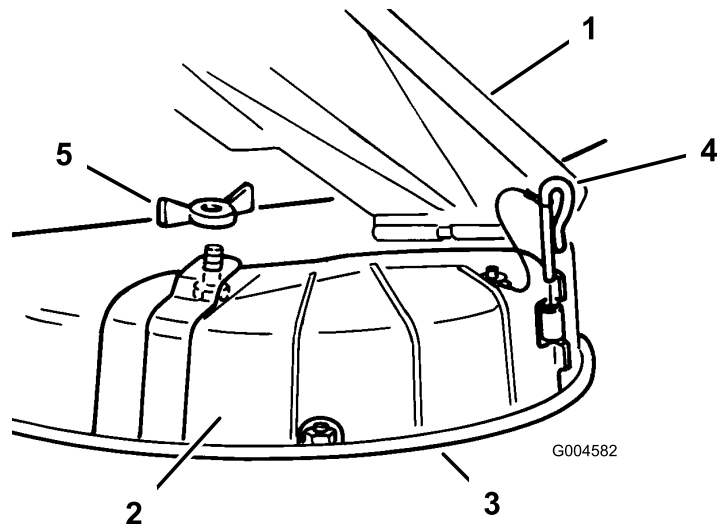

Figure 21
- Retirez l'écrou à oreilles et le boulon qui fixent l'obturateur d'éjection en place (Figure 21).
- Enlevez l'axe de charnière qui fixe l'obturateur au plateau de coupe (Figure 21).
- Soulevez le déflecteur d'herbe et placez l'obturateur d'éjection sur l'ouverture et le bord inférieur du carter du plateau de coupe, avant de l'insérer dans la charnière avant (Figure 21).
- Insérez l'axe dans la charnière (Figure 21).
- Fixez l'obturateur d'éjection à la tondeuse à l'aide de l'écrou à oreilles (Figure 21).